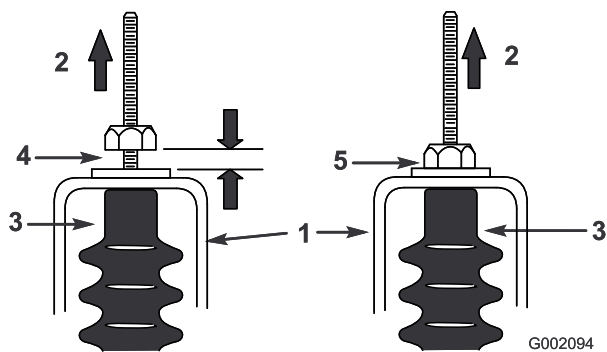

Figura 68
5. Tire hacia arriba de cada cable de cambio y asegúrese de que hay una distancia de 0,76–1,52 mm entre la tuerca/arandela y la pletina de punto muerto (Figura 68).